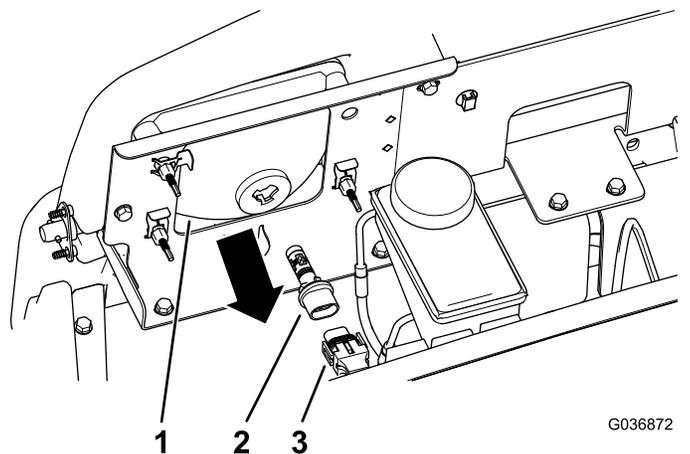

Figura 52
3. Scollegate il connettore elettrico del cablaggio dal connettore del gruppo luci sul retro del vano del faro (Figura 52).
4. Ruotate il gruppo luci di 1/4 giro in senso antiorario spostandolo indietro, fuori dalla sede del vano del faro (Figura 52).
5. Inserite il nuovo gruppo luci e il vano del faro e allineate le linguette nel gruppo luci alle fessure nel vano del faro (Figura 52).
6. Fissate il gruppo luci ruotandolo di 1/4 di giro in senso orario (Figura 52).
7. Collegate il connettore elettrico del cablaggio al connettore del nuovo gruppo luci (Figura 52).